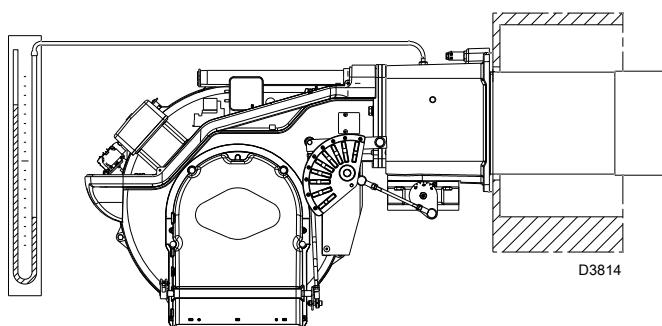

图 27
- 安装一个 U 型压力表或微压表(图 27)，插座的 (+) 端为管路接口的燃气压力，(-) 端在炉膛内。
燃气到达燃烧头处时会显示在 U 型压力表 (第 24 页图 27) 上。点火后，应对燃烧器进行全面校准。
参考数值一般可在 第 21 页表 H 中查到；在压力表上读出燃气压力 (见 第 24 页图 27) 并按所示进行操作。